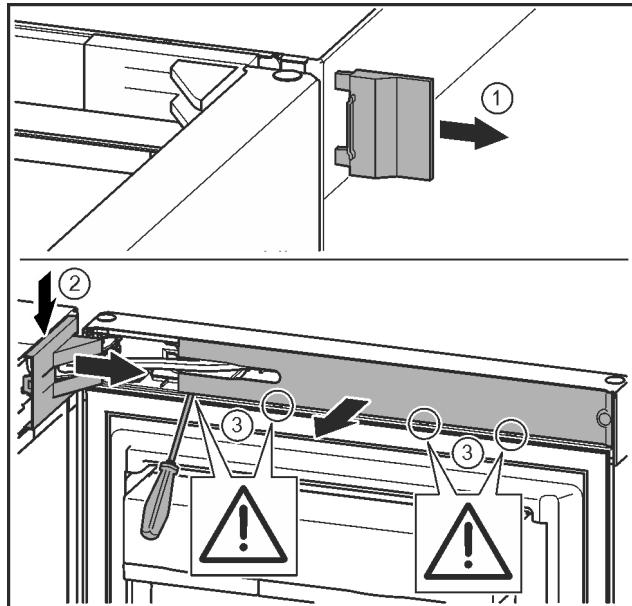

Fig. 7
- 取下外盖。Fig. 7 (1)
- 拆卸并松开托架盖。取下托架盖。Fig. 7 (2)
- 使用带槽螺丝刀松开隔板并把它转到一边。Fig. 7 (3)